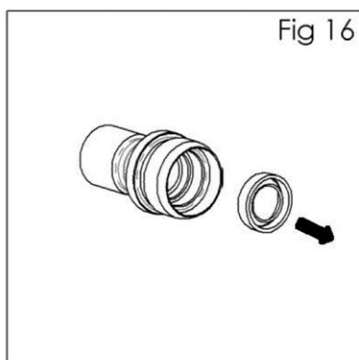

Fig 16
14. Quite el sello trasero de válvula de aire (22) del alojamiento (27) con un instrumento en forma de gancho. (Ver Fig. 16).